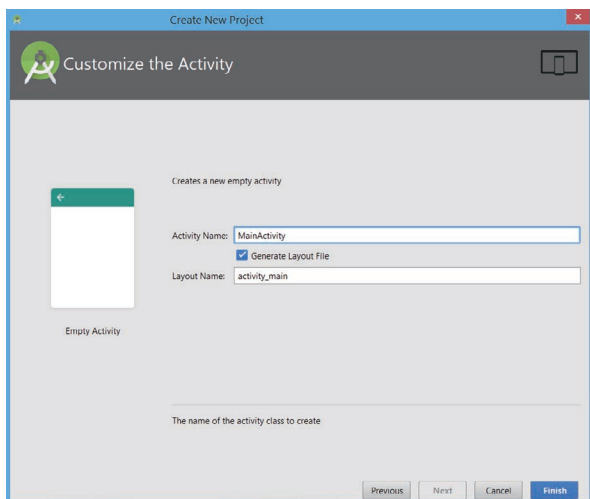

图 2-30 给 Activity 取名
- 定制 Activity：确定 Activity 的名称及布局（如图 2-30 所示）。应用预设好的主参数，点击“完成”（Finish）即可。